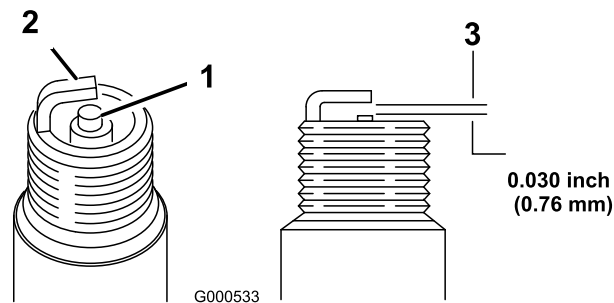

Figura 31
5. Impostate la luce sul tappo a 0,76 mm (Figura 31).